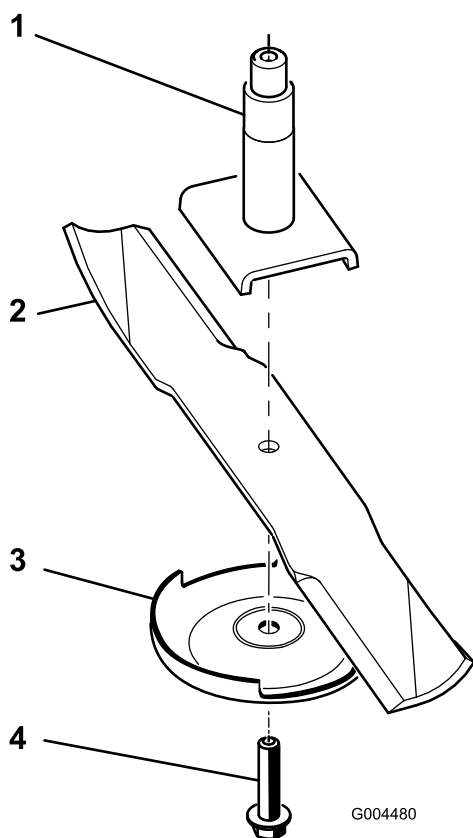

Figure 74
2. Tournez le boulon de la lame dans le sens horaire pour le déposer (Figure 74).
3. Déposez la plaque anti-scalp et la lame de l'axe de pivot (Figure 74).